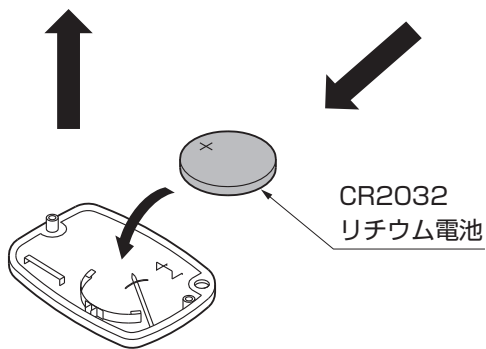

図18-3
- ③新しい電池を「+マーク」が見える向き（上側）にはめ込んでください。（図18-3参照）